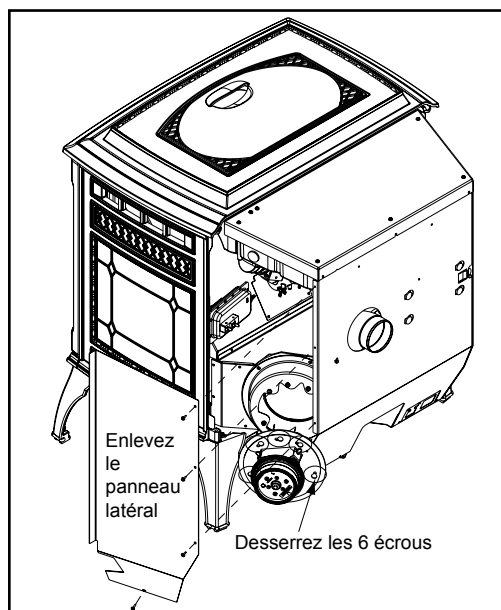

Figure 29.4
2. Enlevez le panneau droit en dévissant les 4 vis au moyen d'un tournevis à tête cruciforme. **Figure 29.4.**